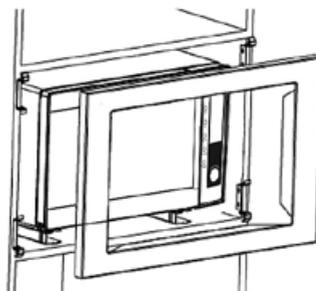

Rys. 3
3. Przy pomocy dużego szablonu należy rozmieścić i przykręcić listwy do dna szafki (Rys. 3).